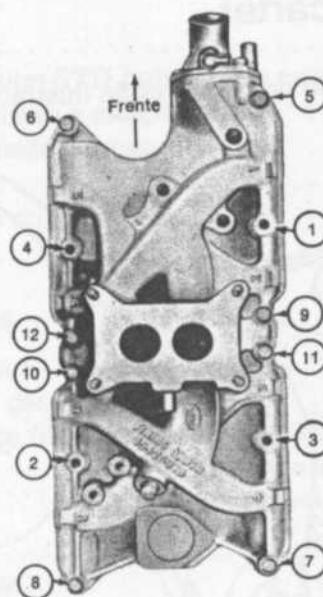

fig. 59
- Verificar se os furos das juntas estão alinhados com os do coletor e instalar os parafusos e porcas de fixação do coletor. Apertar os parafusos de fixação do coletor, na seqüência indicada pela fig. 59, segundo a especificação
- Desligar o motor e reapertar os parafusos do coletor, seguindo a seqüência mostrada na fig. 59, com o torque especificado